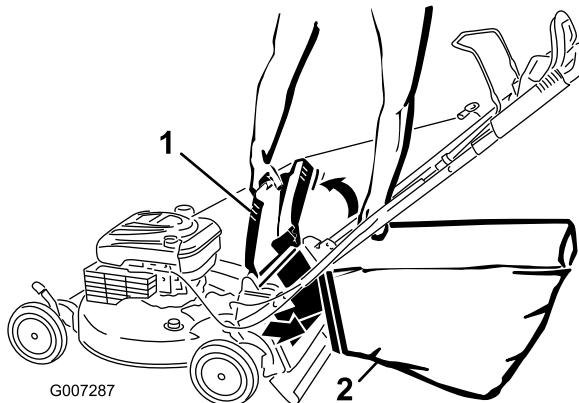

Figure 22
- Accrochez le bord supérieur avant du bac sur les crans (Figure 22).